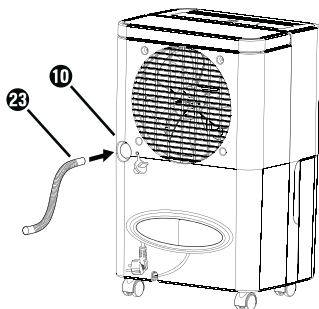

Fig. 4
- ◆ Retirez le bouchon ⑨ de l'orifice de sortie d'eau ⑩.
- ◆ Enfillez soit le flexible ⑫ fourni soit l'adaptateur pour tuyau d'arrosage UE ⑭ sur l'orifice de sortie d'eau ⑩ (voir les figures 4 et 5).